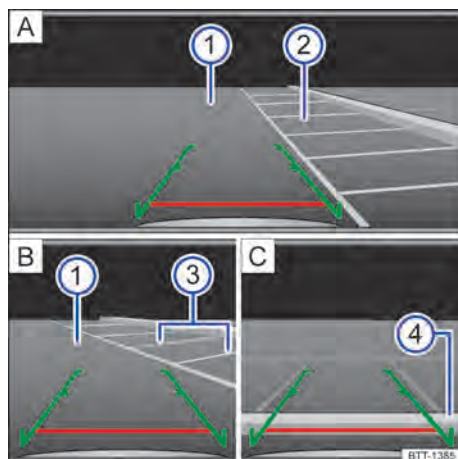

Fig. 112 Exibição do display do sistema de rádio: estacionar com a câmera de marcha a ré.
Legenda para Fig. 112:
- Posicionar o veículo na frente da vaga de estacionamento → Fig. 112 ② A.
- Conduzir para trás lentamente e manobrar de modo que as guias verdes laterais conduzam entre as linhas de delimitação da vaga de estacionamento delimitada ② A. ►